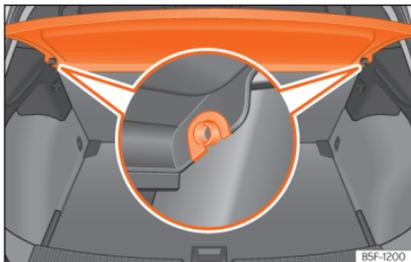

Abb. 123 Im Gepäckraum: Gepäckraumabdeckung aus- und einbauen.
- Drücken Sie die Abdeckung aus den Seitenhalterungen »» Abb. 123 aus, indem Sie diese nach oben ziehen und herausnehmen.
- Führen Sie die Abdeckung horizontal ein, so dass das „Hufeisen“ über den Achsen der Halter »» Abb. 123 liegt und drücken Sie die Abdeckung nach unten, bis sie einrastet.